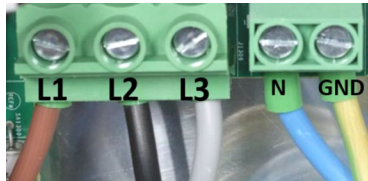

Bild 3: Växelriktarens AC-anslutningar
- Vid installation av flera växelriktare måste alla växelriktare och Backup Interface-enheten ha samma fasföljd och konsekvent märkning. Bild 3 visar en växelriktares AC-anslutningar.
Bild 3 visar ett systemdiagram på övergripande nivå som inkluderar backup och lagring. Backup interface kommunicerar med Home Hub Växelriktare (ledare) via en RS485-buss. Detaljerad information om BUI och växelriktarens installation finns i BUI och växelriktarens installationshandböcker. Följare-växelriktarna i detta diagram kan vara någon av de växelriktare som definieras i tabellen ovan med respektive batterier som stöds.